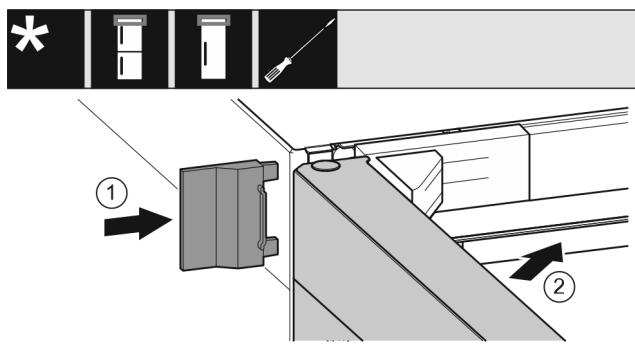

Fig. 25
- Shtyni kapakun mbulues të jashtëm Fig. 25 (1).
- Mbyllni derën lart Fig. 25 (2).